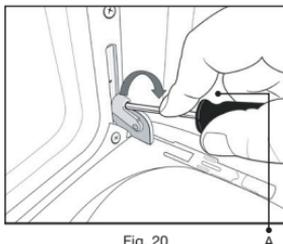
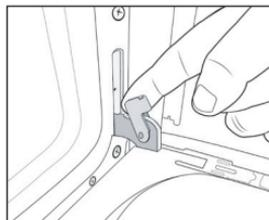

Fig. 20
Fig. 21
- Introduzca un atornillador pequeño (A) en el gancho y haga palanca hacia abajo ver fig 20. Luego hale el gancho totalmente hacia arriba ver fig.21 (realice este mismo procedimiento en el otro extremo de la puerta).